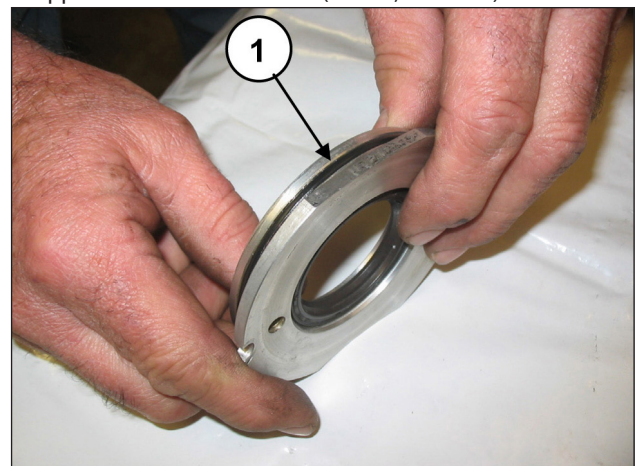
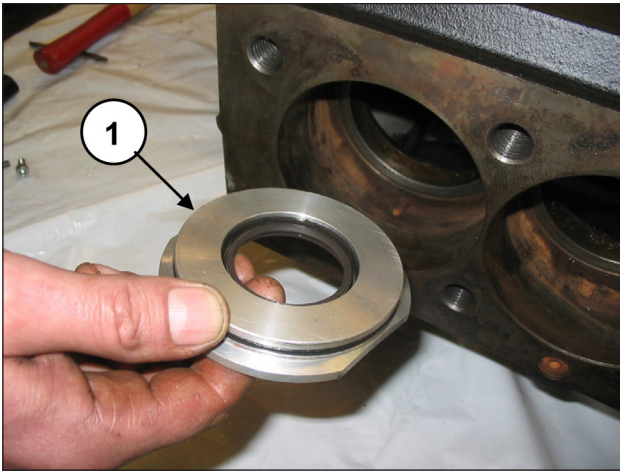

Abb. 158
Abb. 159
Setzen Sie den O-Ring (Pos. ①, Abb. 158) in die Aufnahme des Ölabbstreifring-Deckels ein und bauen Sie die montierte Gruppe in den Gehäusesitz ein (Pos. ①, Abb. 159).